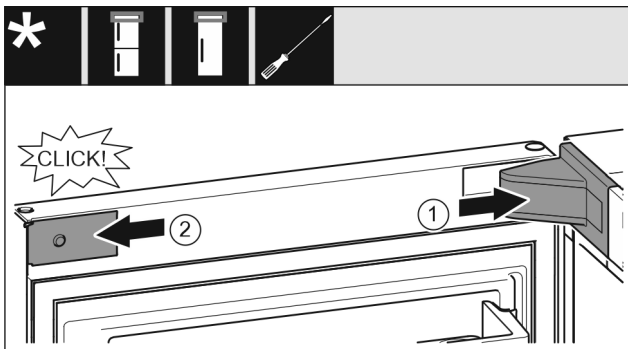

Fig. 28
- ▶ Helyezze fel és pattintsa be a csapágybak fedelét Fig. 28 (1), szükség esetén óvatosan nyomja szét.
- ▶ Helyezze fel oldalra a takarólemezt Fig. 28 (2), és pattintsa be.